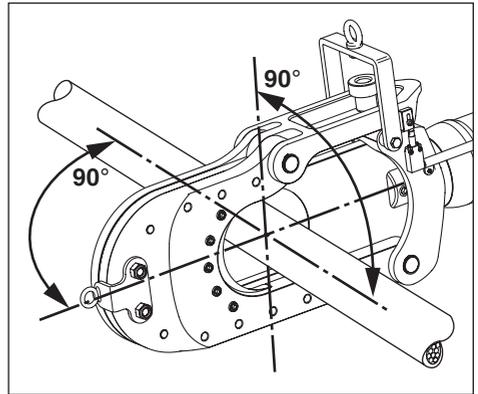

Abbildung 8, Positionierung des Materials im Schneidkopf
Positionieren Sie das zu schneidende Material so zwischen den Messern des Schneidgeräts, dass es sich parallel zur Kolbenachse befindet, siehe Abbildung 8. Dadurch erhält man bei geringster Belastung des Schneidgeräts die beste Schnittleistung.
5. Positionieren Sie das zu schneidende Material zwischen dem feststehenden und dem beweglichen Messer. Stellen Sie sicher, dass es sich parallel zur Kolbenachse befindet, wie in Abbildung 8 gezeigt. Für weitere Informationen siehe die Anweisungen in Abschnitt 8.5.